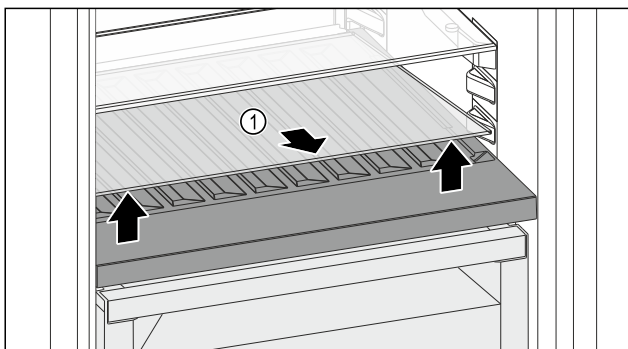

Fig. 123
- Løft glaspladen Fig. 123 (1) i udsparringen foran, og tag den ud.
- Opbevar glaspladen Fig. 123 (1) forsvarligt uden for enheden.